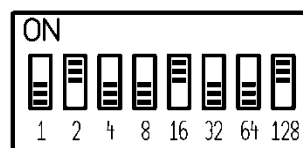

Abb. 2:
Der Dipschalter zum Einstellen der Adresse befindet sich seitlich am JDB1651. Die Adresse wird binär-codiert dargestellt und errechnet sich als Summe der auf ON gestellten Wertigkeiten. Beispiel: Wenn der zweite (2), der fünfte (16) und der achte (128) DIP-Schalter auf ON stehen, dann ist die Bus-Adresse des Gerätes 146 ($2 + 16 + 128 = 146$). Siehe Abb. 2.